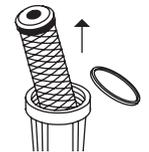

Figura 26.
4. Retira el Cartucho usado y su O-ring. Procede a desecharlos (ver Figura 26). Desconectar las mangueras de entrada y salida de agua.